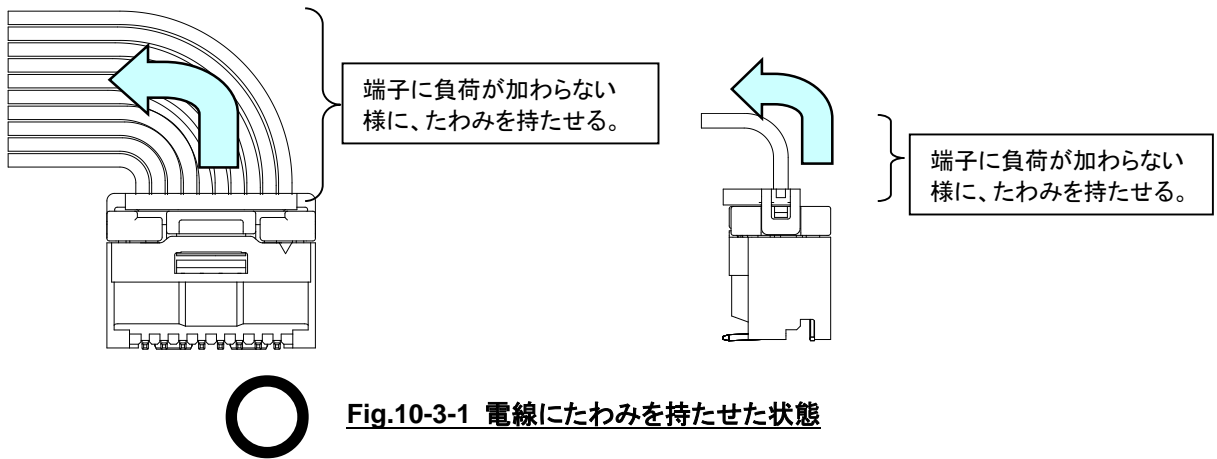

Fig.10-3-1 電線にたわみを持たせた状態
- ※ 機器内の引き回しを検討される際には、電線に十分なたわみを持たせる等の処置を検討頂き、直接コネクタに力が加わらないようにしてください。(Fig.10-3-1)